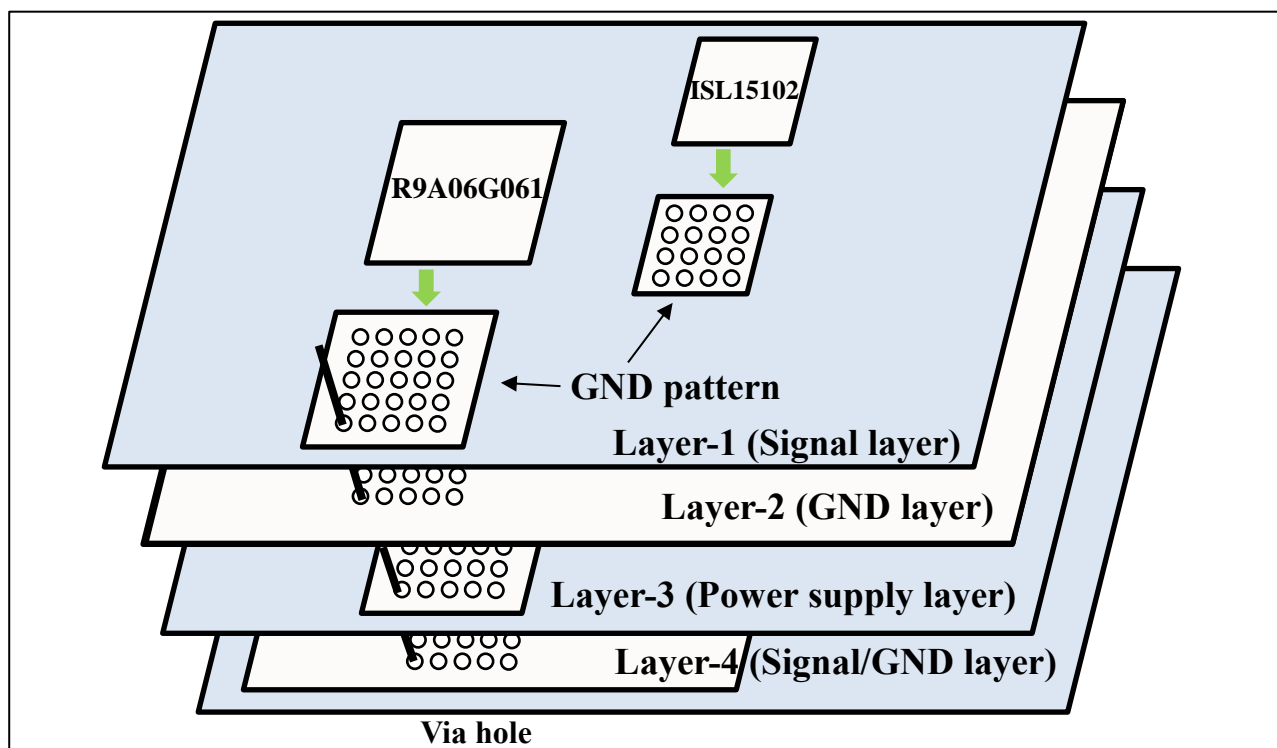

Figure 5-1 DC-PLC ボードの PCB 層構造と GND パターンの例
- R9A06G061 と ISL15102 の裏面にある exposed die pad(内部で GND に接続)と接続する GND パターンを 1 層、2 層、3 層、4 層に配置し、各層の GND パターンを via hole で接続してください。GND パターンにはできるだけ多くの via hole (推奨: hole 径: 0.3mm, R9A06G061:12 pcs 以上, ISL15102:9pcs 以上)を配置してください。Figure 5-1 に DC-PLC ボードの PCB 層構造と GND パターンの例を示します。
- Figure 5-1 に示す様に、DC-PLC ボードの PCB 基板の層構成で電源層を構成することを推奨します。